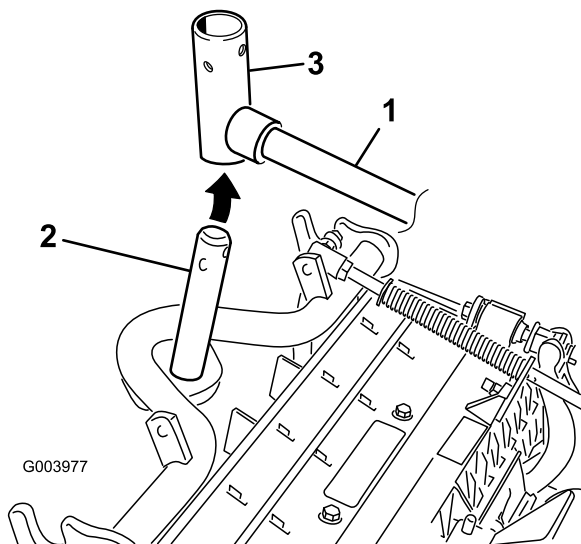

図 8
8. フロントに取り付けるカッティングユニットは、昇降アームの下に入れるときにキャリア・フレームのシャフトを立てて昇降アームのピボット・ヨークに挿入する（図 8）。
B. 昇降アームのヨークをキャリア・フレームのシャフトに通す（図 8）。